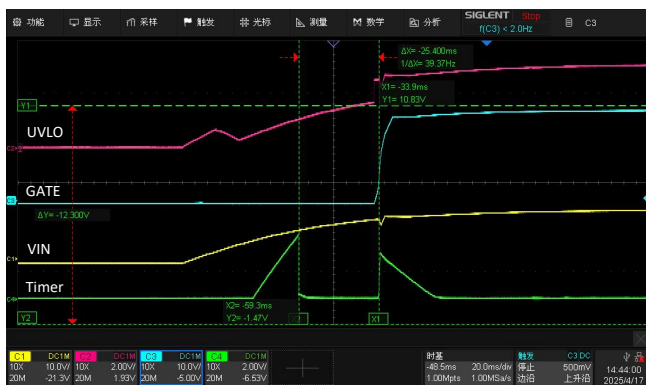
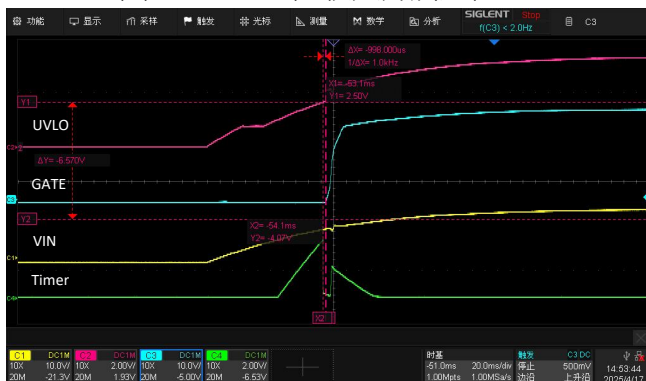

图15 UVLO电阻较大开启过程
图16 UVLO电阻较小开启过程
6.5.1 在Timer的insertion time结束后，GATE没有立即开始上升，而是经过一段时间GATE才开始建立，经过对各个引脚的波形测试发现，UVLO通过分压电阻设置，且电阻值较大，导致UVLO上升较慢，在Timer结束时没达到2.5V的阈值，如图15所示，UVLO分压电阻改小后正常，如图16所示。